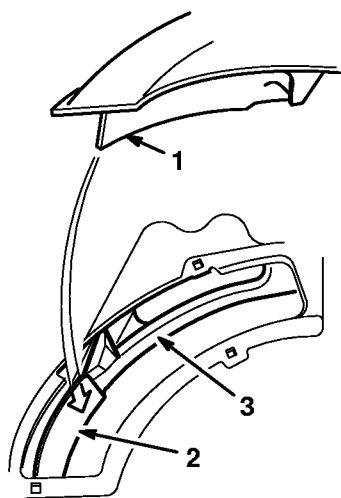

Figure 38
4. Placer le coin avant de la chicane de la chute d'éjection dans l'ouverture du carter de la tondeuse. La faire tourner vers la droite et l'enfoncer dans l'ouverture (Fig. 38 & 39).